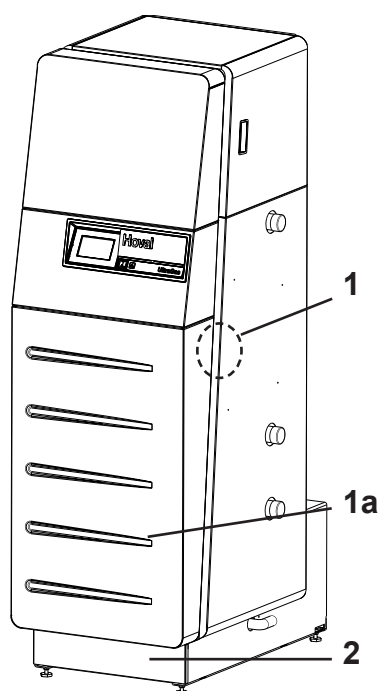
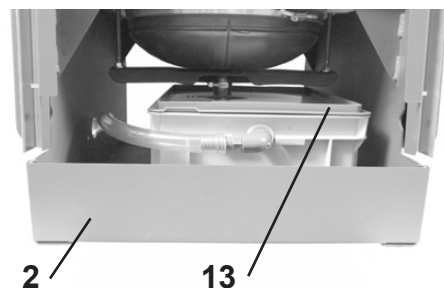

Fig. 11
Fig. 16
3. Retirez le capot avant (1a, Fig. 11). Desserrez les boulons de sécurité sur les côtés (1, Fig. 11) (d'env. ¼ de tour vers la gauche). Soulevez le capot avant tout droit vers le haut et retirez-le par l'avant.
4. Retirez la plaque du socle (2, Fig. 11). Soulevez la plaque du socle tout droit vers le haut et retirez-la.
11. Placez le couvercle avant (13, Fig. 16) du boîtier de neutralisation.
12. Montez le capot avant (2, Fig. 16) et la plaque du socle (1a, Fig. 11).